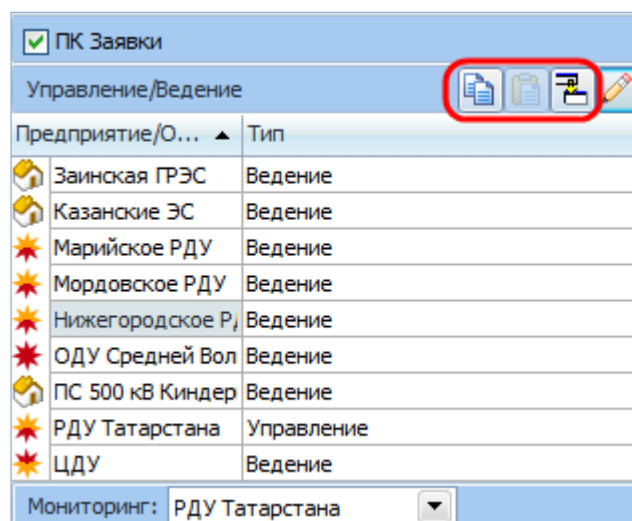

Рисунок 15.39 – Группа кнопок для копирования / наследования управления / ведения
- копирование / наследование управления / ведения по принадлежности к задаче (см. раздел «6.5 Определение принадлежности к задаче») на панели «Принадлежность к задаче» (Рисунок 15.39).